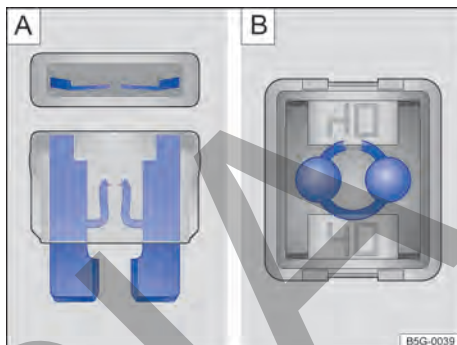

Fig. 176 Fusible quemado: [A] fusible plano, [B] fusible de bloqueo.
- Un *fusible plano* (ATO®, MINI®) quemado es reconocido desde arriba o desde el costado por la carcasa transparente en las bandas metálicas derretidas → fig. 176 [A].
- Un *fusible de bloqueo* (JCASE®) quemado es reconocido por las bandas metálicas derretidas desde arriba de la carcasa transparente → fig. 176 [B].